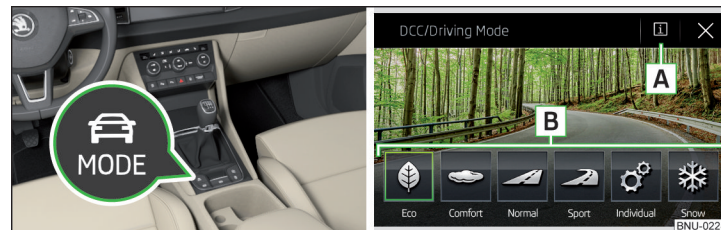

Abb. 289 **Taste für die Auswahl des Fahrmodus / Anzeige im Infotainmentbildschirm**
» Die Taste  » Abb. 289 drücken. ▶
» Abb. 289.
- Durch Antippen der entsprechenden Funktionsfläche im Infotainmentbildschirm » Abb. 289.